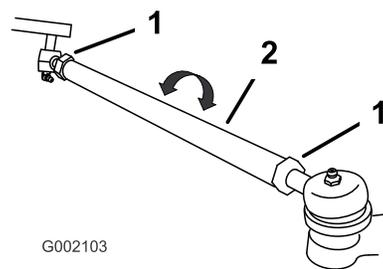

Figura 33
5. Si la medida es superior a 0–6 mm, afloje las contratuercas en ambos extremos de las bielas (Figura 33).